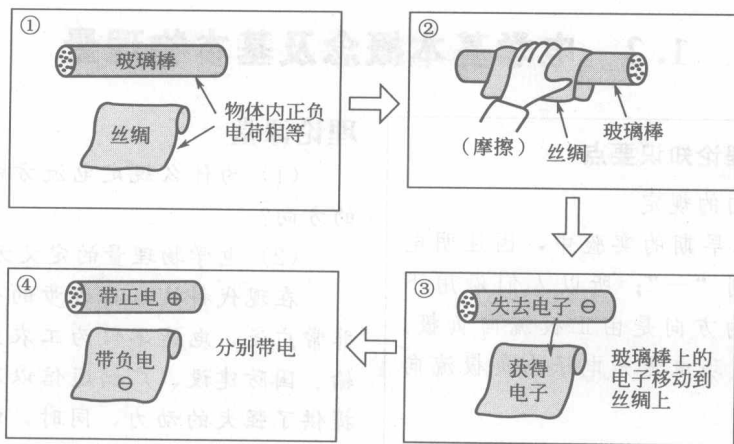

图 1-1 摩擦起电
- (1) 做摩擦起电实验(见图 1-1)
- (2) 查找资料设计搜集电荷的容器